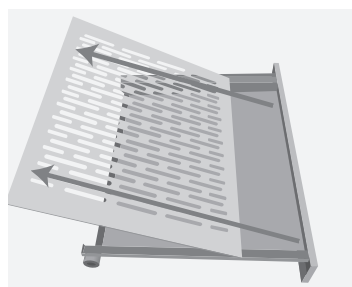

Figure 1
2. Sortez la grille en acier du dessus du tiroir (voir Figure 1).